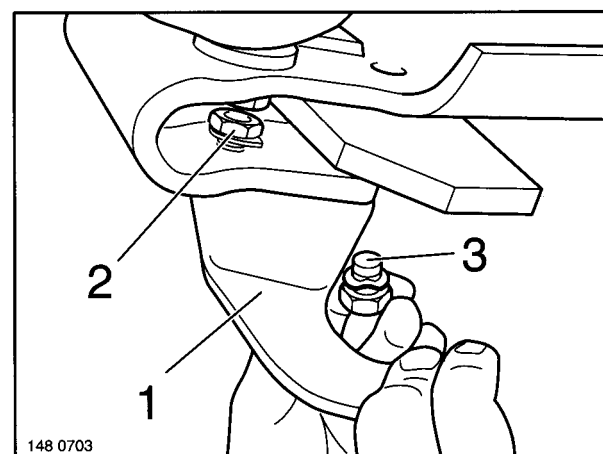

Fig. 3
- (4) Pour enlever la tôle (figure 3/1), dévisser les deux vis 6 pans du blocage de direction.
- (1) Fixer la tôle (figure 3/1) sur la console du blocage de direction à l'aide de vis (M12x16) et de rondelles ou de vis M12x25 (figure 3/3) avec rondelles et écrous 6 pans (figure 3/2).
- (4) Zum Abbau des Formblechs (Fig. 3/1) an der Lenksperre die zwei Sechskantschrauben abschrauben.
- (1) Formblech (Fig. 3/1) an die Konsole der Lenksperre mit Schrauben (M12x16) und Federscheiben bzw. Schrauben (M12x25) (Fig. 3/3) mit Federscheiben und Sechskantmutter (Fig. 3/2) anbauen.